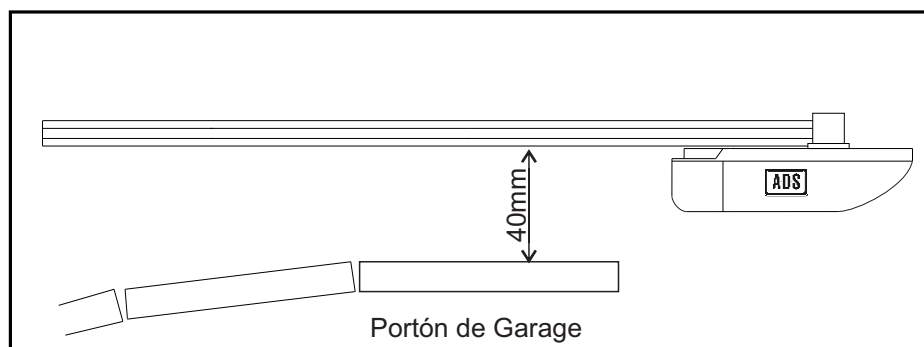
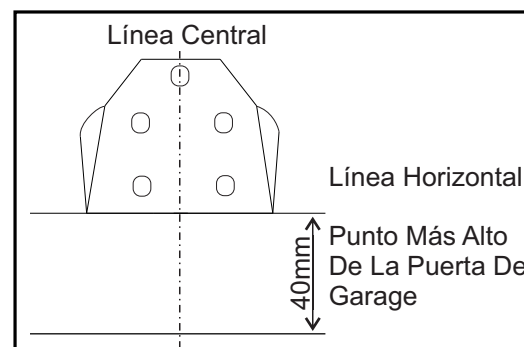

Fig.3
Fig.4
- Compruebe la altura de la instalación del Abrepuertas de Garage abriendo lentamente el Portón y observando el punto mas alto del mismo mientras se mueve. Marque sobre la pared el punto mas alto y cierre el Portón (Fig.3), marque una línea horizontal perpendicular a la línea central alrededor de 40mm por encima del punto mas alto (Fig.4).